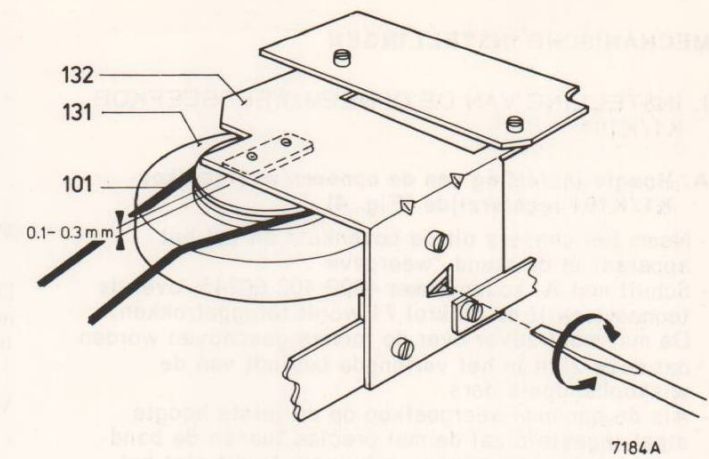

Fig. 8
**VII. INSTELLING VAN HET VLEGWIEL (Fig. 8)**